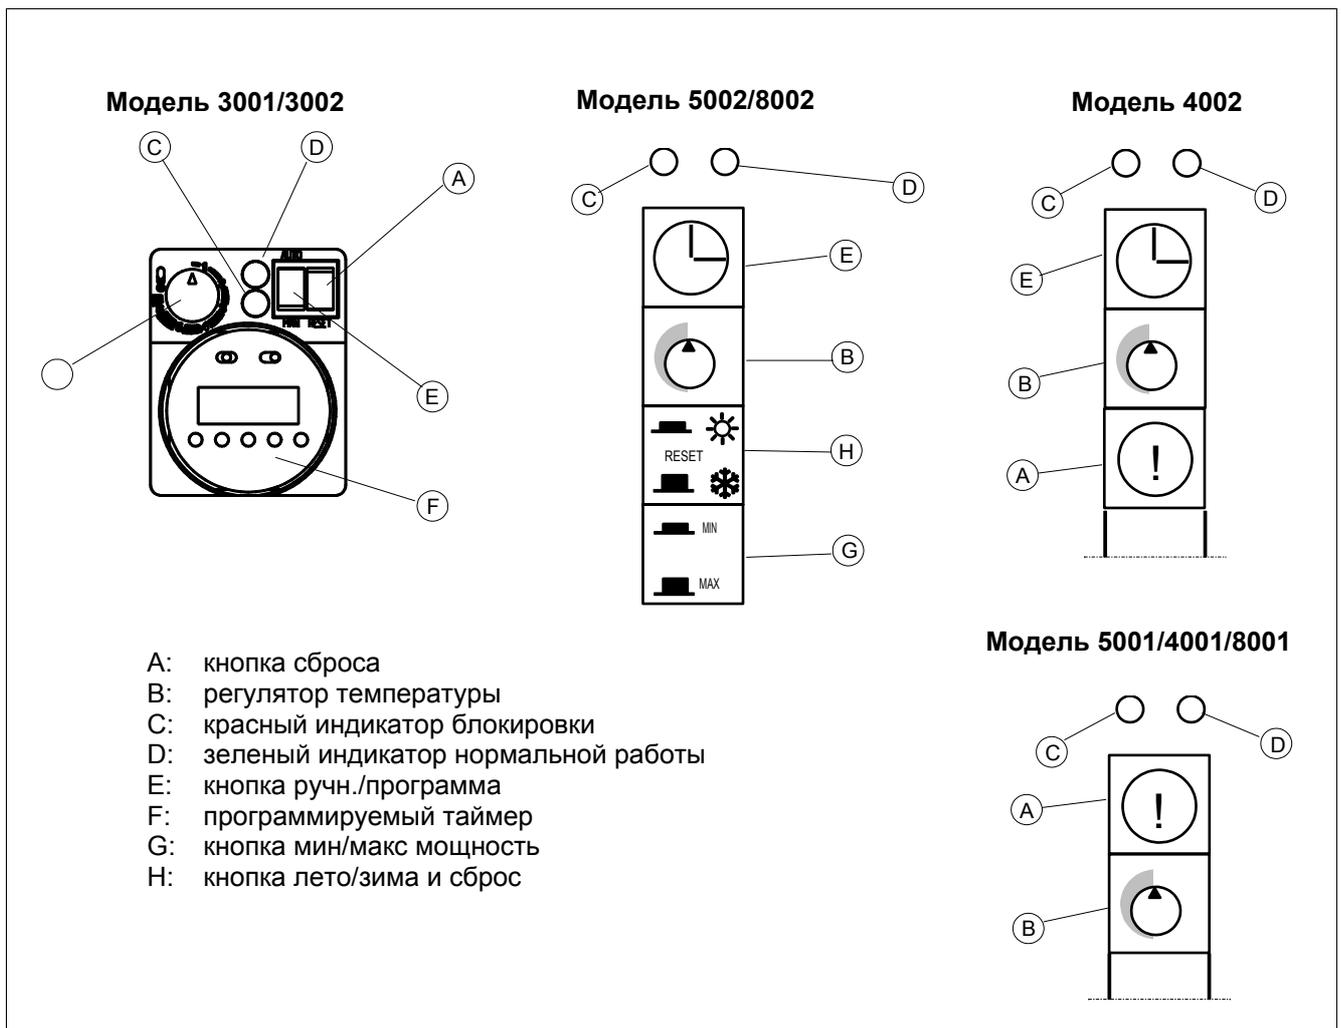

Рисунок 32 – ПАНЕЛЬ УПРАВЛЕНИЯ
1. Перевести кнопку лето/зима (см. Рисунок 32) в положение зима (кнопка отпущена).
1. Нажать кнопку макс/мин (см. Рисунок 32). Эта операция переводит устройство на пониженную мощность.
2. Нажать кнопку макс/мин (см. Рисунок 32). Этим устройство переводится на давление МИНИМ. мощности.
3. Для моделей 3002, 4002, 5002 и 8002 запрограммировать таймер на требуемый график (см. раздел "Программируемый таймер"). Установить кнопку E (см. Рисунок 32) ручн./программа на нужную функцию (кнопка отпущена или положение "MAN", если необходимо, чтобы устройство управлялось только термостатом окружающего воздуха или же кнопка нажата или положение "AUTO", если необходимо, чтобы устройство управлялось также и таймером).
4. Повернуть регулятор температуры В в положение макс. запроса температуры (см. Рисунок 32).
Работа только вентилятора может быть получена нажатием кнопки лето/зима Н (см.Рисунок 32). В данном режиме воздух в помещении будет циркулировать, создавая ощущение комфорта.